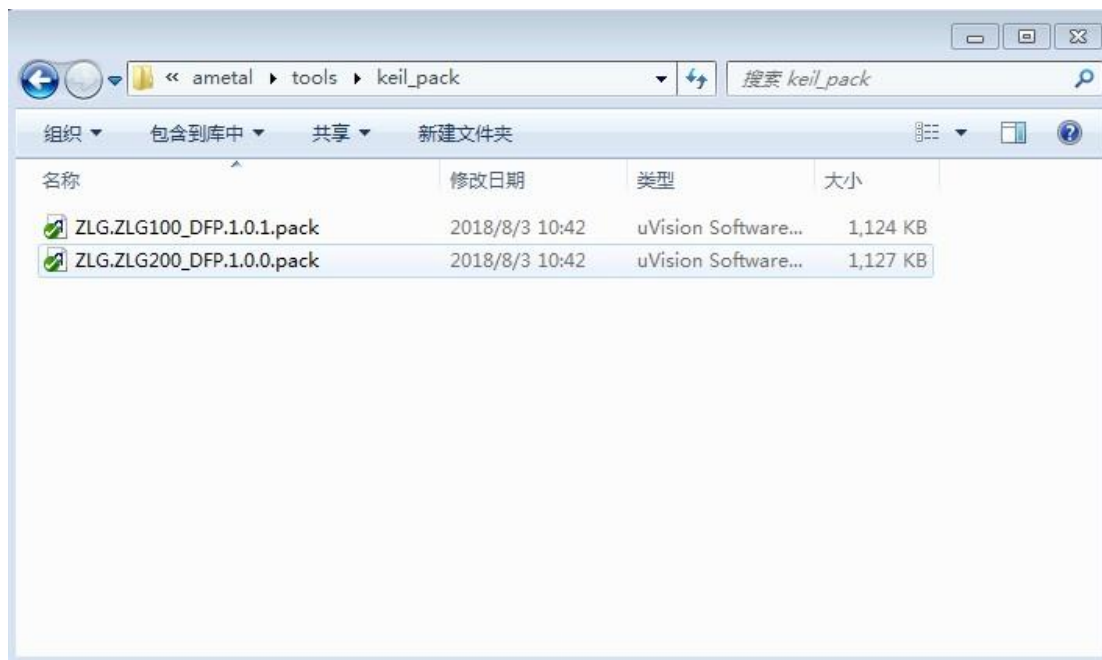

图 2.11 LZG 系列芯片支持包
1. ZLG 系列芯片如 ZLG100、ZLG200 等。支持包位于 ametal/tools/keil_pack/，如图 2.11 所示。